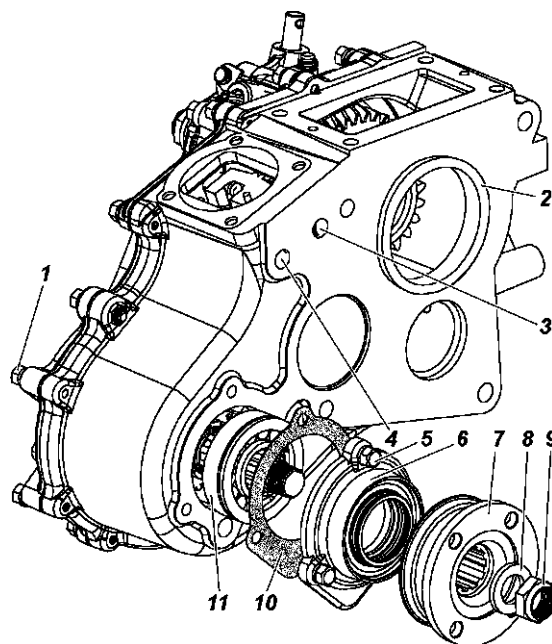

Рис. 7.3. Разборка раздаточной коробки:
7. Удерживая фланец 7 (рис. 7.3) вала привода переднего моста, при помощи специального инструмента отверните гайку 9, снимите упорную шайбу 8 и фланец.